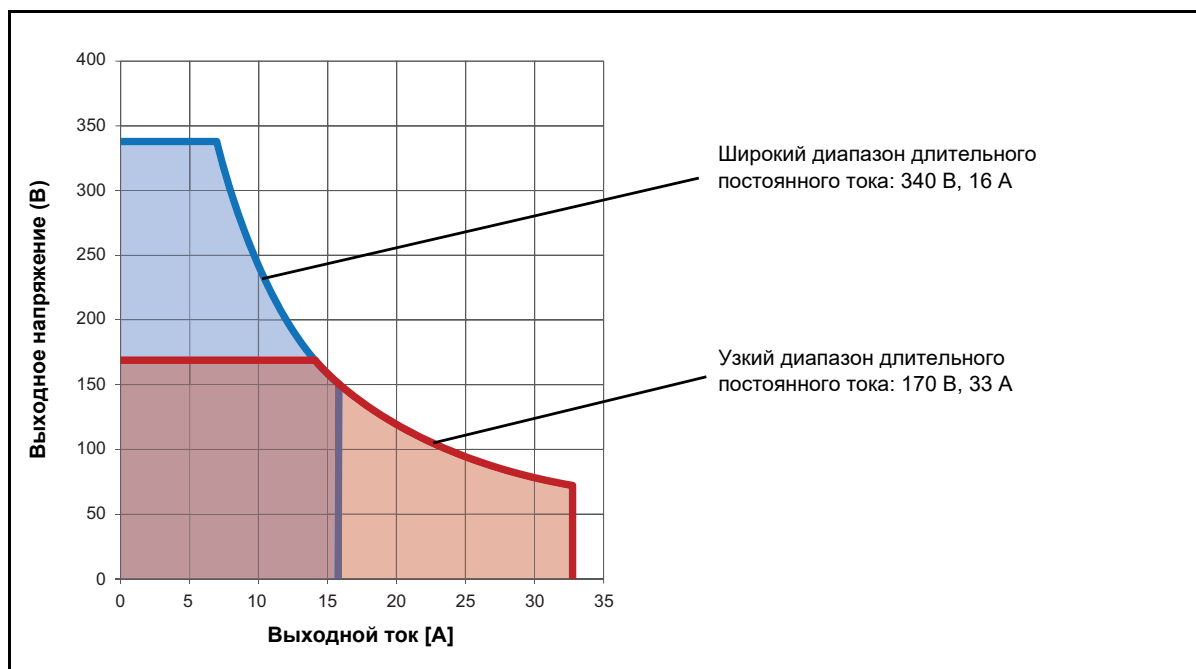

Рис. 15-1: Допустимый рабочий диапазон: 1 х пост. ток, 340 В, 16 А
2. См. Рис. 15-1: «Допустимый рабочий диапазон: 1 х пост. ток, 340 В, 16 А» на стр. 234